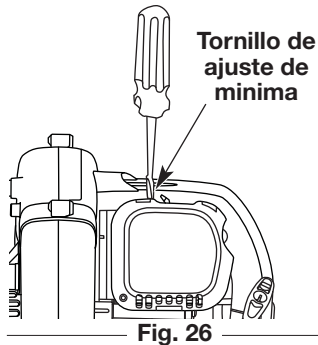

Fig. 26
La velocidad mínima del motor puede ser ajustada. Puede tener acceso al tornillo de ajuste de mínima a través de un orificio en la parte superior de la cubierta del motor (Fig. 26).
- Suelte el gatillo del regulador y deje que el motor funcione en mínima. Si el motor se para, inserte un destornillador Phillips pequeño en el orificio de la cubierta del motor (Fig. 26). Gire el tornillo de mínima hacia adentro, en sentido horario, de  $1/8$  de vuelta por vez (según sea necesario) hasta que el motor funcione en mínima suavemente.